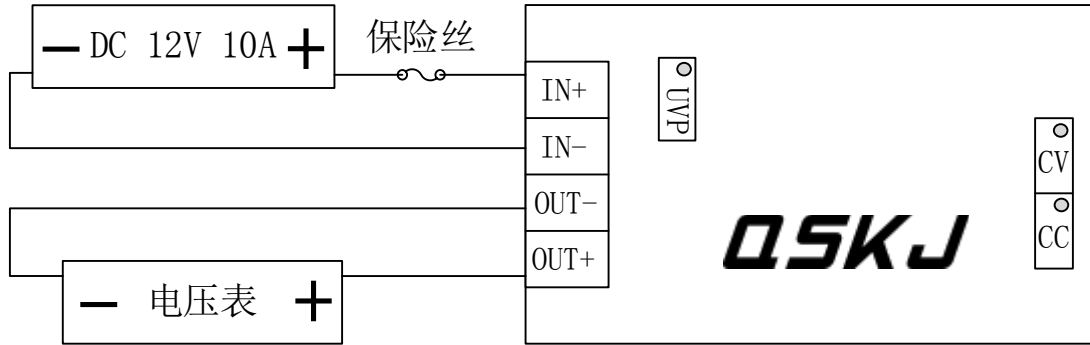

图 8
1. 12V 电源正极连接模块的 IN+, 12V 电源负极连接模块的 IN-, 模块输出不接负载, 顺时针缓慢调节 CV 电位器, 输出电压达到 34.5V 即可。(如图 8 所示)